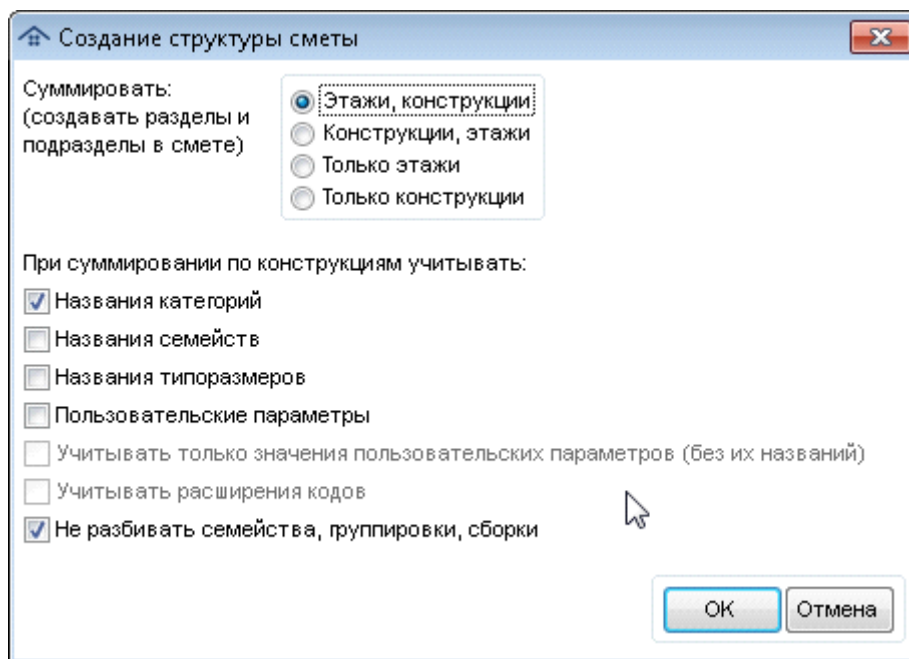

Рис. 184. Создание структуры сметы
- создание разделов сметы и привязка норм по заданным правилам (рис. 184):